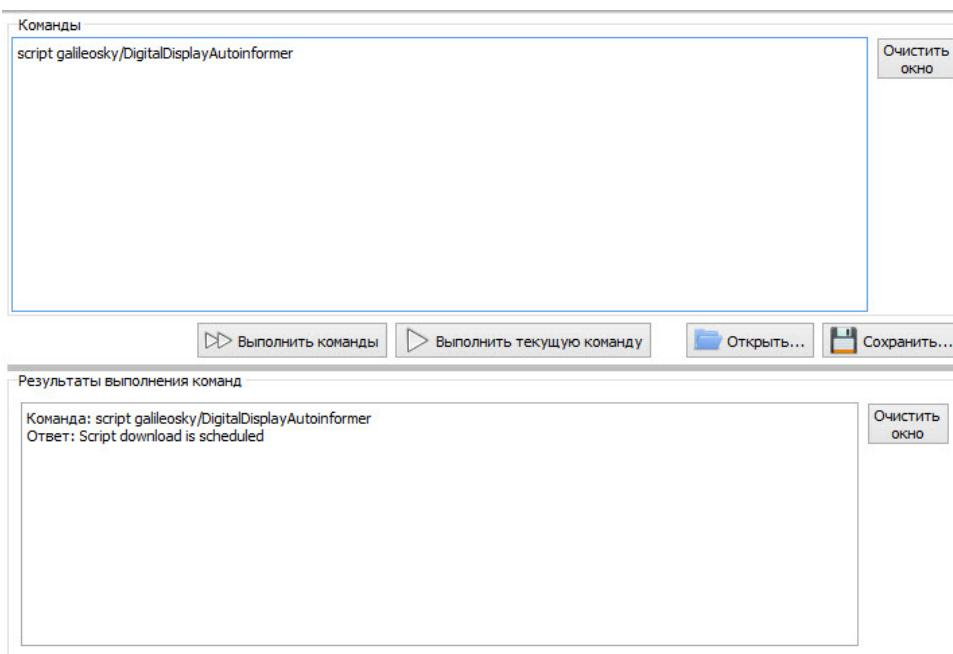

Рис. 5
- Перейдите на вкладку «Команды» и отправьте на терминал команду «script galileosky/DigitalDisplayAutoinformer», чтобы загрузить алгоритм для работы с табло ИСКРА (Рис. 5) или команду «script galileosky/DigitalDisplayAutoinformerITL» для подключения табло ITLINE.